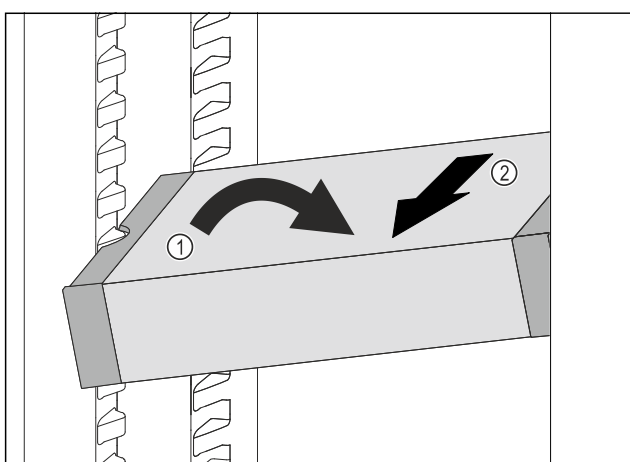

Fig. 88
- ▶ Stil VarioSafe på skrå ind i kølesektionen. Fig. 88 (1)
- ▶ Tag VarioSafe ud fremefter. Fig. 88 (2)